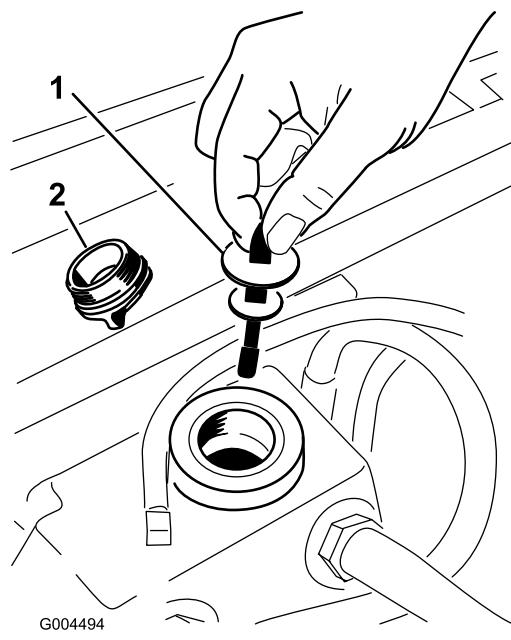

図 68
3. 油圧オイル補給口のキャップ(図 68)を取り。
4. ディップスティックを抜き、ウェスで一度きれいに拭く(図 68)。
5. もう一度首に差し込んで引き抜き、オイルの量を点検する(図 68)。